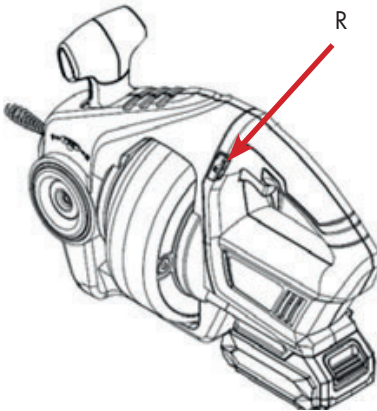

Fig. 4
- Premere L per la rotazione in avanti e R per la rotazione all'indietro (fig. 4 e 5).
- Utilizzare esclusivamente il senso di rotazione inverso per liberare l'albero a spirale da una condizione di blocco (fig. 4).